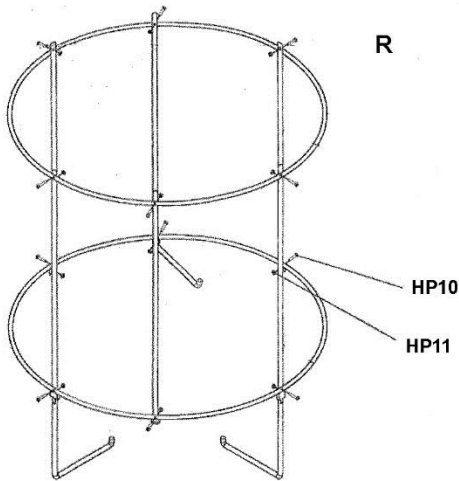

Рис. 13
- Прикрутите короткие и длинные опоры рамки к кольцам в переменном порядке, как показано на Рис. 13, с помощью 12 винтов с полукруглой головкой и шестигранных гаек (НР10, НР11). (Примечание: Загнутые концы длинных опор направлены внутрь, как показано на Рис. 13).